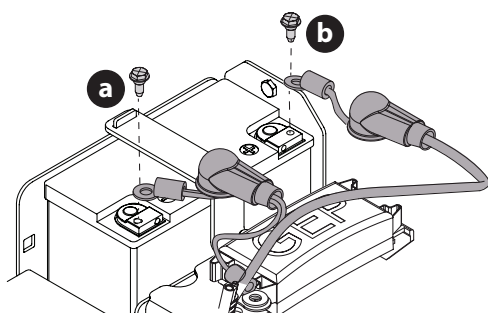

Fig. 38
2. Retire el tornillo de montaje vertical que sujeta el cable negro de la batería (a) al borne negativo de la batería (marcado NEG (-)). Aleje el cable del polo negativo de la batería (Fig. 38).
3. Retire el tornillo de montaje vertical que sujeta el cable rojo positivo de la batería (b) al borne positivo de la batería (marcado POS (+)). Aleje el cable del polo positivo de la batería (Fig. 38).